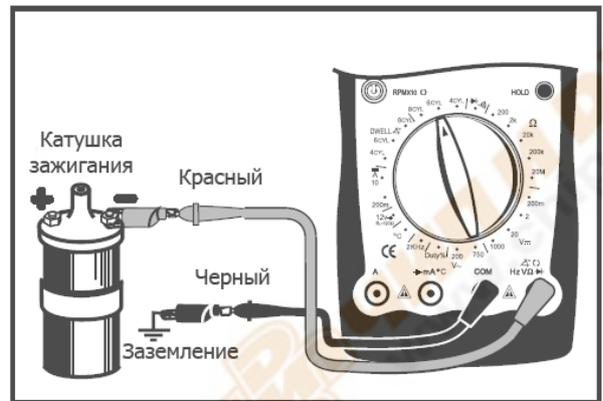

Рис. 17
5. Тестирование оборотов (RPMx10) (См. рис. 17)